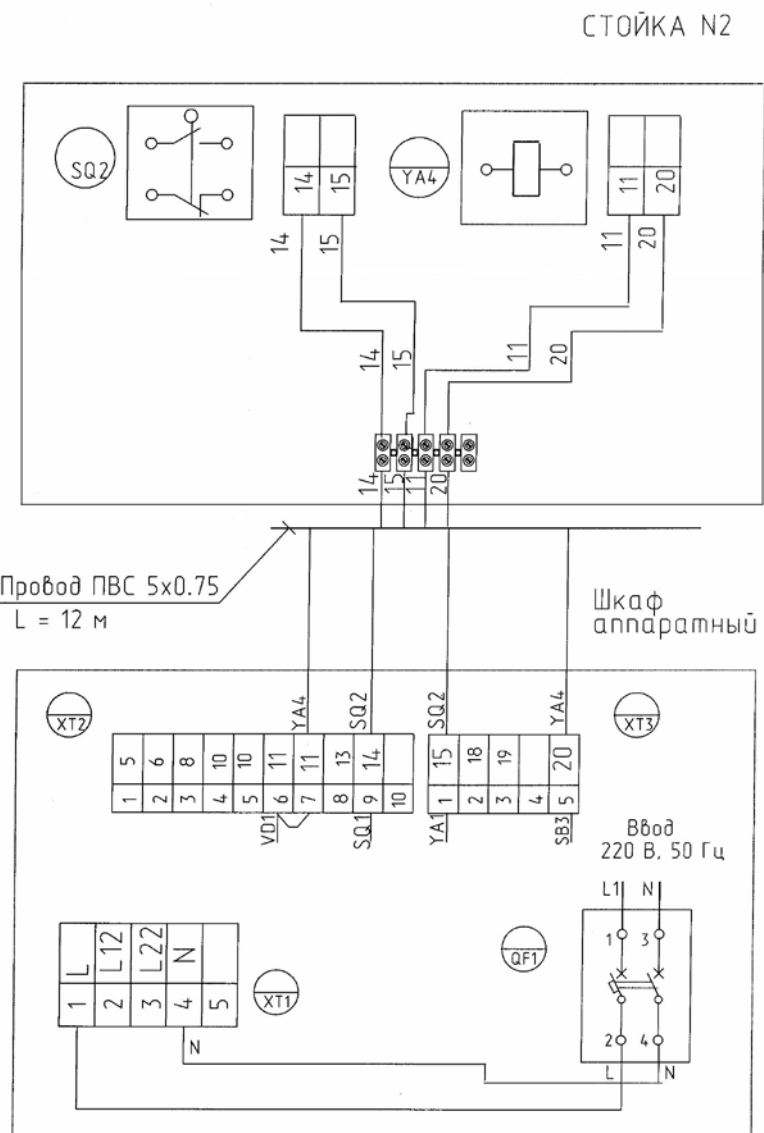

Рис. 4. Схема электрическая соединений
6.1.7. Выполнить электрический монтаж и подключить шкаф аппаратный к внешней электрической сети в соответствии со схемой электрической соединений (см. Рис. 4). Выполнить заземление электроустановки.